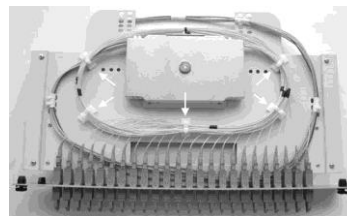

Bild 12
- Die Gf-Kabelführungen gemäß Bild 12 für 1 HE-Schublade bzw. Bild 13 für 2 HE-Schublade auf den Auszug der Schublade aufkleben.